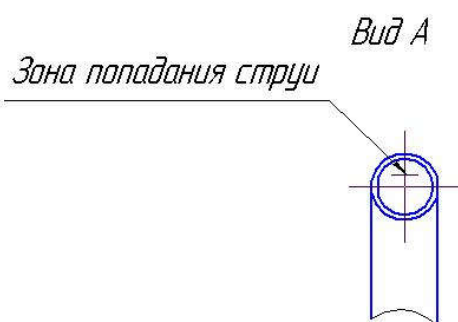

Рис. 3.4.2 Схема регулировки элементов цилиндрической печатающей головки
Процесс регулировки элементов ПГ заключается в установке заряжающего электрода 3 и ловушки 5 относительно траектории струи 2 в положения, показанные на рис.3.4.1 и рис.3.4.2
Струя 2 должна проходить в середине щели заряжающего электрода 3 параллельно его пластинам, а также параллельно поверхности отклоняющего электрода 4 и попадать в ловушку 5 в указанной на рис.3.4.1. и рис.3.4.2 зоне. Вид А – зона попадания струи.
Регулировка производится в следующей последовательности согласно рис.3.4.2.
4. Отрегулировать положение зоны попадания струи 2 вид А (рис.3.4.2) в ловушку 11 путем смещения ловушки 5 влево и вправо или вверх и вниз.